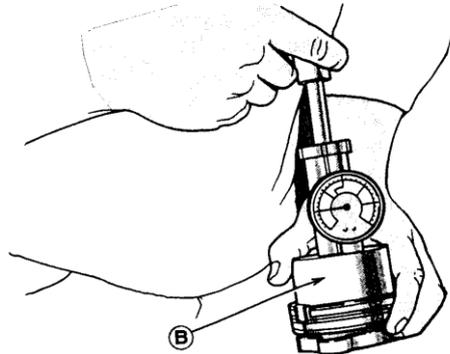

Fig.38
**b.2) Contrôle du clapet de tarage du bouchon (fig.38)**